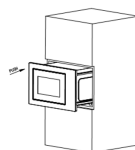

Fig.1
a) Placez le four à micro-ondes dans le meuble encastré et poussez-le vers l'avant jusqu'au bout. (Fig. 1)